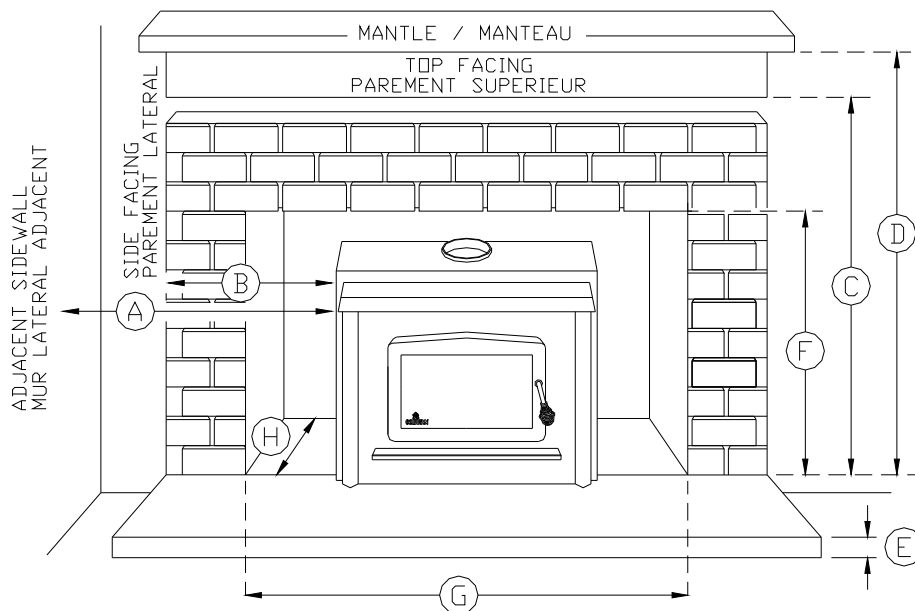

Figure 1
2. Si vous désirez employer des dégagements plus réduits, il faut consulter les autorités locales étant donné que les règlements qui gouvernent l'emploi de dispositifs de réduction de dégagement varient d'une région à l'autre. Il existe des coupe-feux de murs et de planchers homologués pour réduire le dégagement et la plupart des codes du bâtiment donnent des renseignements sur les matériaux qu'on peut employer pour réduire le dégagement. Voir la figure 1.